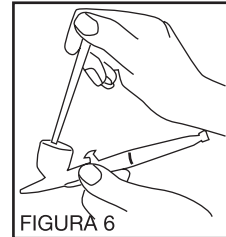

FIGURA 6
1. Vierta la pintura sobrante del vaso, ponga agua o solvente y con un pincel lave el resto de la pintura que queda adherida a la pared interior del vaso. Ver Figura 6